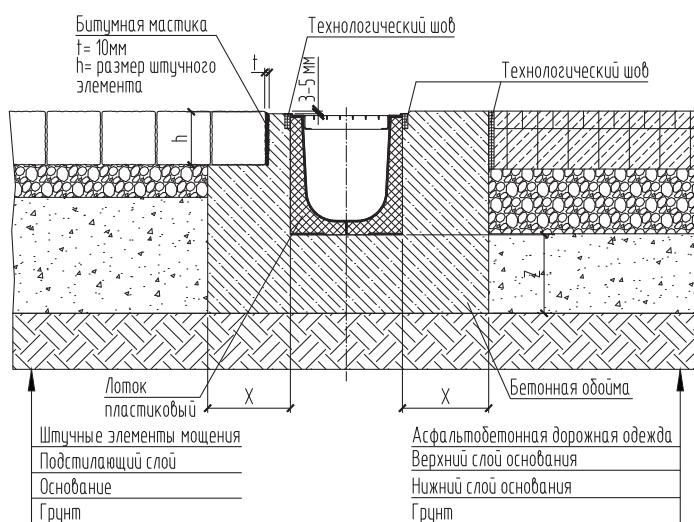

Рис. 14 – Пример обоймы пластикового лотка с асфальтобетонным покрытием и штучными элементами мощения.
- Монтаж лотков осуществляется с предварительно установленной водоприемной решеткой для защиты от деформации стенок лотка в момент заливки бетонной обоймы, см. рис. 14.